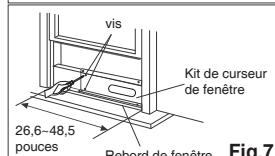

Fig.7
2. Ouvrez le châssis de la fenêtre et placez le kit du curseur de fenêtre sur le rebord de la fenêtre (Fig.7). Fixez le kit du curseur de fenêtre au rebord de la fenêtre. Ajustez la longueur du kit du curseur de fenêtre selon la largeur de la fenêtre. Vissez les deux vis sur le kit du curseur de fenêtre. Voir (Fig.7).